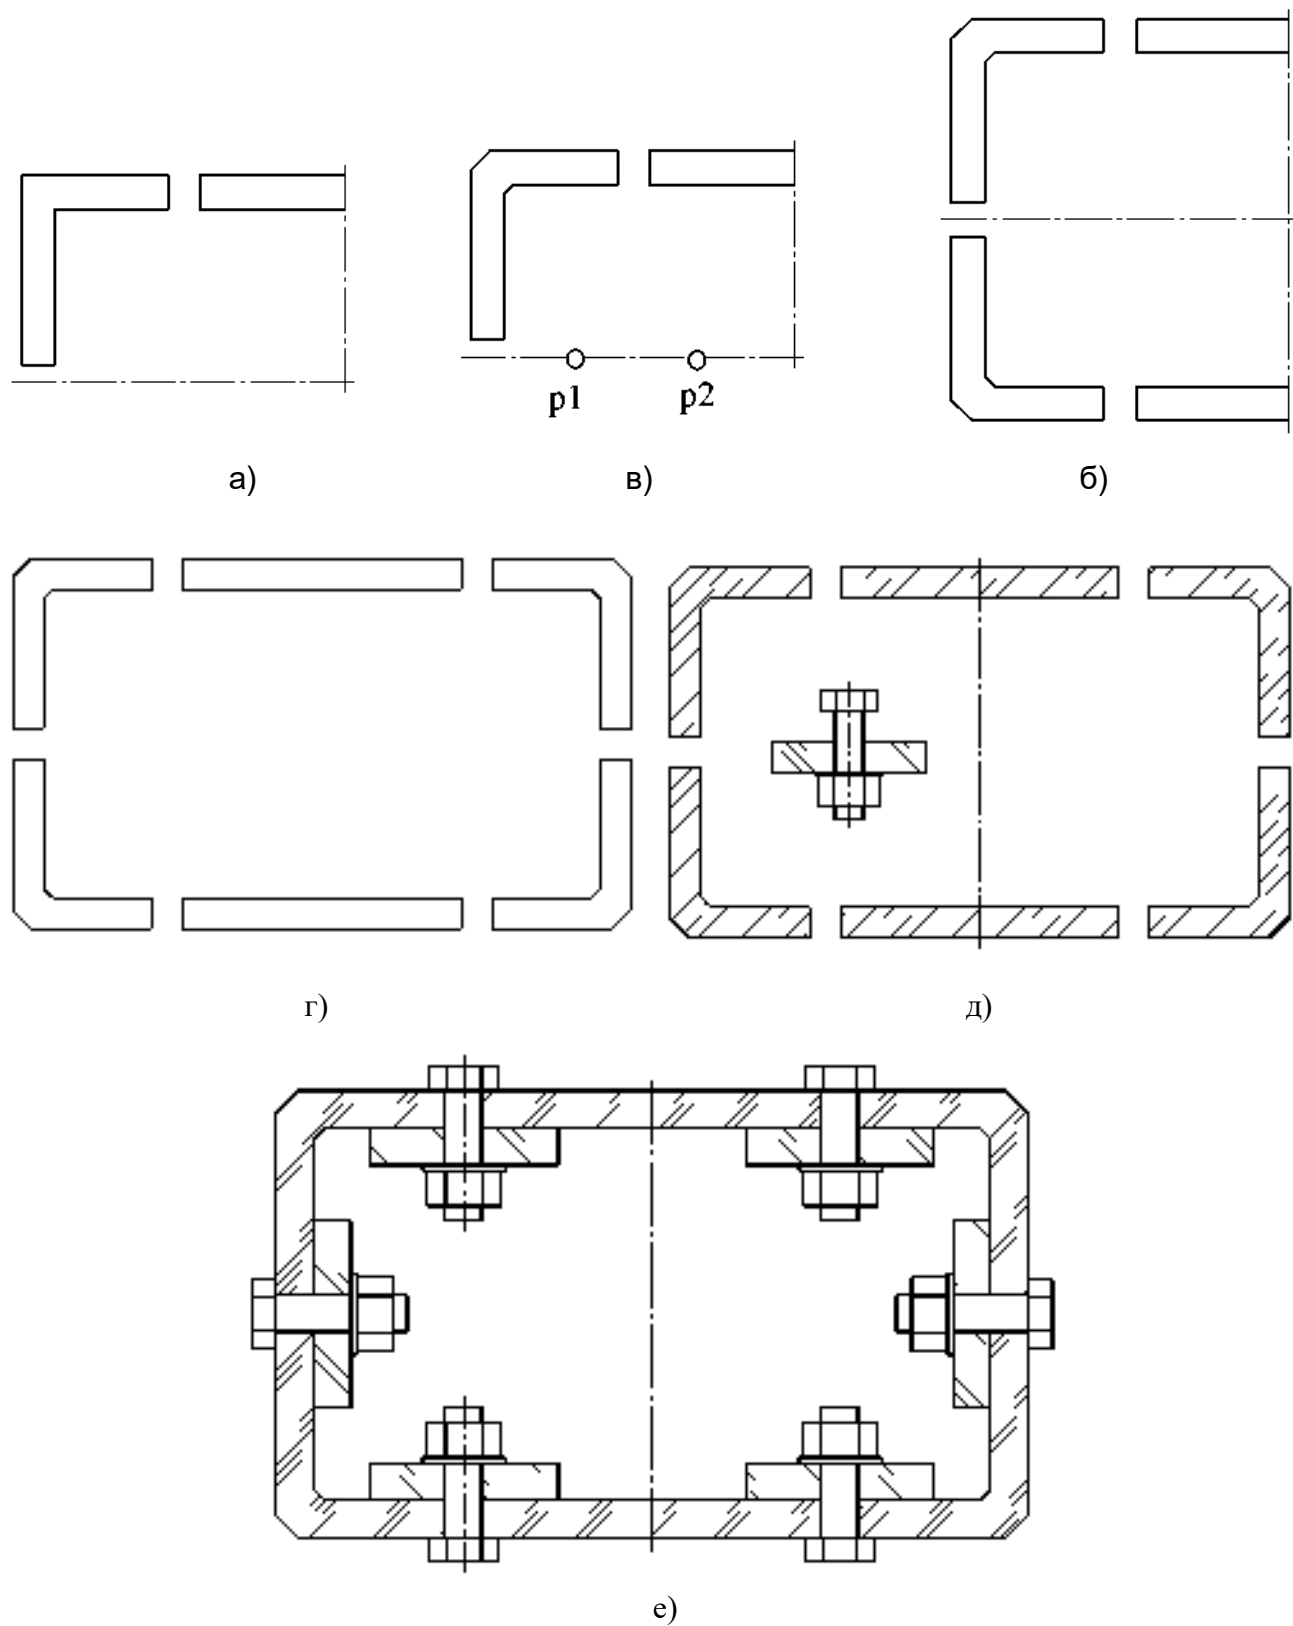

Рисунок 4.12 - Последовательность выполнения задания
2. Изобразить четвертую часть корпусной детали (рис. 4.12а);
3. Выполнить изображение фаски (рис. 4.12б). Для этого щелкнуть по кнопке **Фаска**. Задать в **Панели свойств** длину фаски. Выбрать отрезки, между которыми строится фаска;
4. Построить симметричные изображения четверти (рис. 4.12в), а затем половины корпусной детали (рис. 4.12г). Для этого щелкнуть по пиктограмме  и задать две точки, находящиеся на оси сопряжения (точки **p1** и **p2**) (см. п. 4.1.5). Для отражения половины корпусной детали указать точки **p3** и **p4** на оси отражения;
6. Вставить из библиотеки стандартных графических объектов изображение соединения болтом (см. п.4.2). В окне **Болт Гайка Шайба** задать диаметр и высоту пакета (рис. 4.12б);
7. Изобразить пластину в разрезе с углом штриховки 135° (рис. 4.12д);
8. Вставить изображения болтом в соответствующие места сборочного чертежа с различным углом вставки (рис. 4.12е). Для вставки изображений соединения болтом использовать команды редактирования чертежа (см. п.4.1.1 - 3):  -